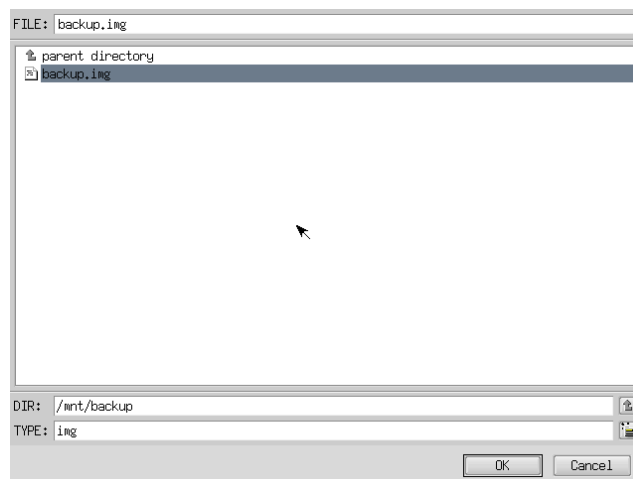

図 5-2-5. ファイル参照画面
- ⑧ ファイル参照画面（図 5-2-5）が表示されます。接続したストレージメディアは、/mnt にマウントされていますので、/mnt 以下から目的のファイルを探してください。[OK]を押すとファイル選択画面にもどります。
- ⑨ ファイル参照画面（図 5-2-5）で指定したバックアップファイルが入力されていることを確認します。[次へ]ボタンを押します。